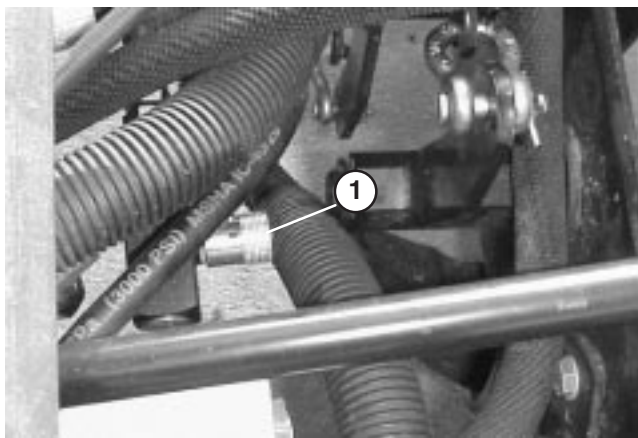

Figure 63
1. Localisez la valve sur le diviseur de débit (sous le repose-pied) (Fig. 63).